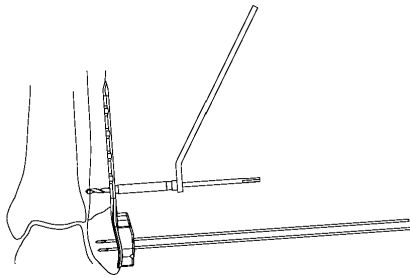

図8
2.5 ドリルガイドを用いて、2.5 ドリルにてドリル先端が対側皮質から2mm程突出するまでドリリングします。（図8）